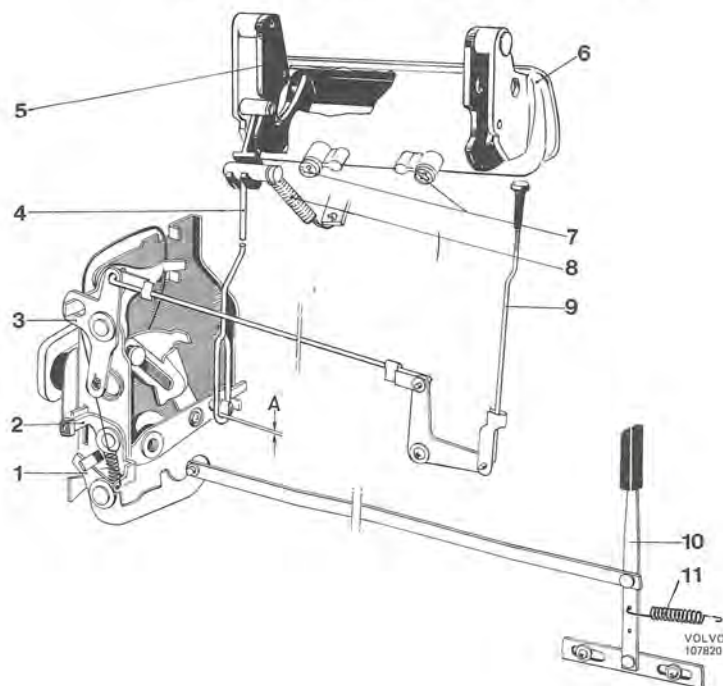

Bild 20. Dörrlås, bakre (senare utförande)
3. Haka av returfjädern (8 bild 20).
4. Skruva loss skruvarna (7) och lyft därefter ur handtaget och kåpan som en enhet.
1. Sätt handtaget på plats i dörren och för samtidigt in dragstången (3, bild 20) i handtagets lyftarm.
2. Skruva i och dra åt fästskruvarna (6).
3. Justera dragstången (3) så att ett spel (A) på högst 1 mm bildas mellan öglans nedre del och hävarens tapp.
4. Montera retur fjädern (7) och kontrollera handtagets funktion.